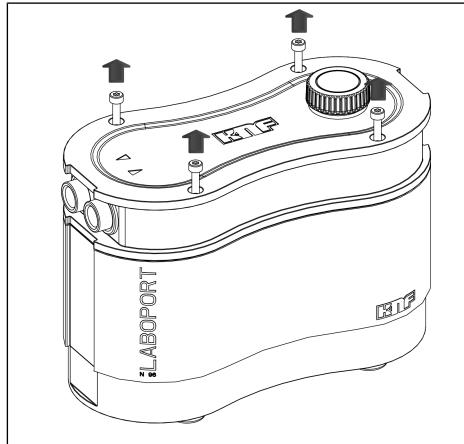

Abb.7: Gehäuseschrauben lösen
1. Lösen Sie die vier Gehäuseschrauben (Abb. 6/1) und entnehmen Sie diese aus dem Gehäusedeckel (2) (siehe Abb. 7). Bewahren Sie die Schrauben für die spätere Wiedermontage auf.